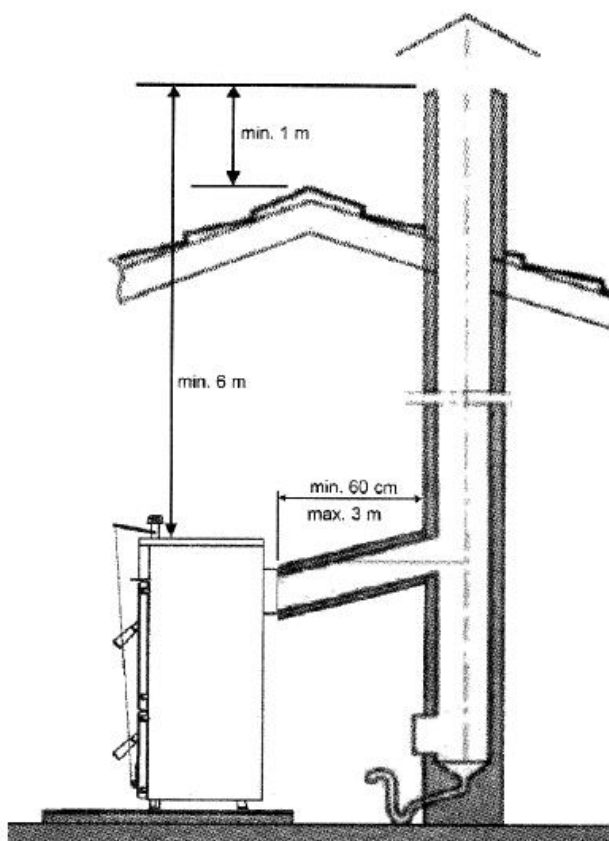

fig. 24
În fig. 24 se arată modul corect de racordare la coș al cazanului. La racordare trebuie avute în vedere următoarele:
- Înălțimea coșului nu poate fi sub 6 m. Coșul trebuie să depășească coama acoperișului cu minim 1 m (vezi fig.24).
Valorile din fig.24 sunt doar orientative. Tirajul depinde de diametrul, înălțimea, rugozitatea suprafeței peretelui interior al coșului, și dintre diferența de temperatură dintre gazele de ardere, și ambient. Se recomandă captușirea coșului.